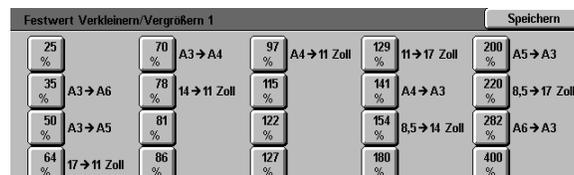

Abb. 45: Festwert Verkleinern/Vergrößern
- Wurde ein Festwert für Verkleinern/Vergrößern gewählt, den gewünschten Prozentwert wählen (s. Abb. 45).